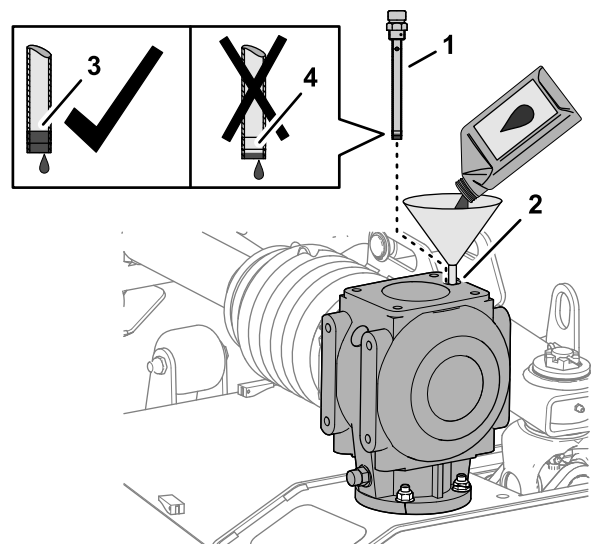

Figura 57
1. Añada 1064 ml del lubricante de engranajes especificado en la caja de engranajes a través del orificio de la varilla (Figura 57).
2. Enrosque la varilla en el orificio, retire la varilla y compruebe el nivel de lubricante (Figura 57).
4. Enrosque la varilla en el orificio de llenado y apriete la varilla (Figura 57).